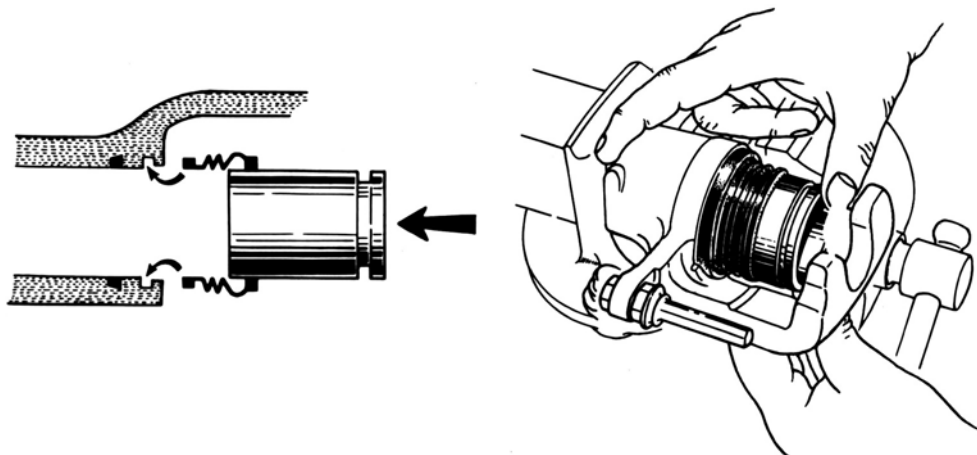

Рис. 7.19. Сборка корпуса скобы
- смазать жидкостью НГ-213 рабочие поверхности поршня и чехла и установить последний на поршень (рис. 7.19). Не смещая чехол, заправить его в канавку корпуса;